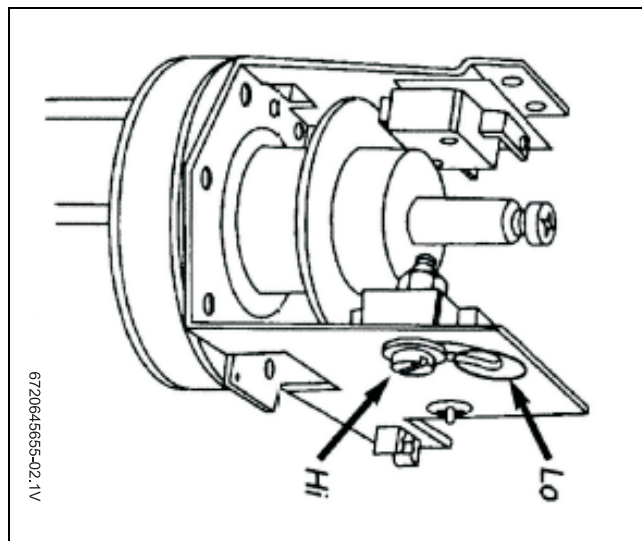

Fig. 5 Sélecteur d'alimentation
- Régler le sélecteur d'alimentation (Fig. 5) sur le réglage souhaité. S'il est réglé sur LO (Bas), une seule résistance fonctionne et la puissance sera diminuée de moitié. Voir le Table 4, page 7 pour connaître la hausse de la température selon le débit. Lorsque le sélecteur est réglé sur HI (Haut), les deux résistances fonctionnent et le débit sera à pleine puissance. Au moment du réglage du sélecteur d'alimentation, vérifier que la vis est bien vissée à fond jusqu'en butée.
Le sélecteur d'alimentation n'est pas vissé jusqu'en butée sur " HI "	Régler correctement le sélecteur sur " HI ", voir Fig. 5.